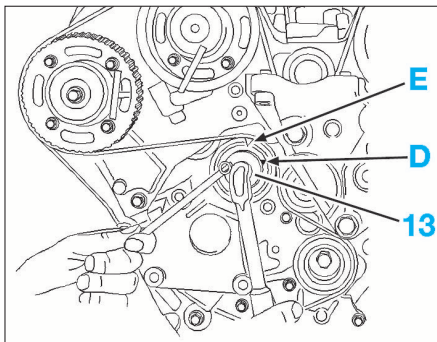

FIG. 37
- Aligner les repères (D) et (E) du galet tendeur à l'aide de l'outil [9] (Fig.37).
- Serrer au couple l'écrou (13) (sans modifier la position du galet).